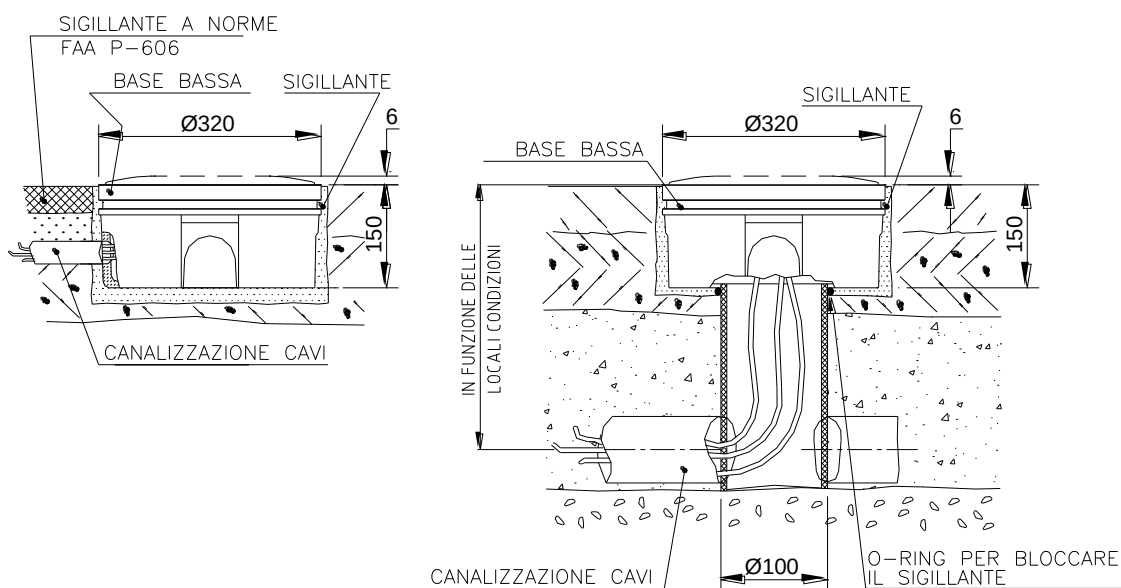

Figure 16 – Base de 12" pour canalisation latérale ou par le bas (méthode B)
- Méthode « B » – en posant les câbles à l'intérieur de canalisations (Figure 16)